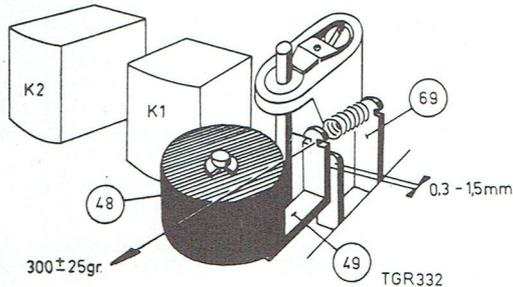

Fig. 15
- 9° Entre la languette sur la coulisse 69 et la languette sur le levier du galet presseur 49, il doit y avoir une distance de 0,3 à 1,5 mm (voir fig. 15). Ce réglage s'effectue en recourbant la languette sur la coulisse 69.
- La force nécessaire pour tirer le galet presseur (fig. 15) doit être de $300 \pm 25 \text{ g}$. Ce réglage peut être obtenu en recourbant la languette de fixation du ressort 68 sur la coulisse 69.